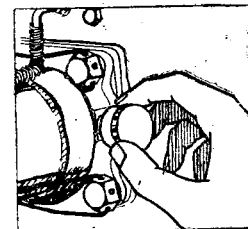

Рис. 25. Смазка подшипника правого заднего колеса.
15. *Подшипники задних колес* (рис. 25) смазывайте двукратным заполнением масленки и полным выжиманием ее при ТО-2.